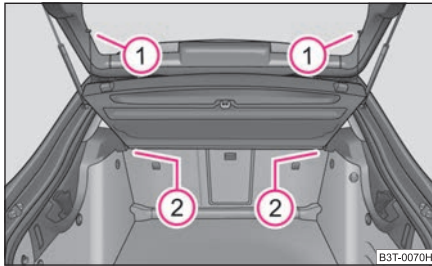

Abb. 79 Ausbau der Gepäckraumabdeckung
- Hängen Sie die Haltebänder an der Gepäckraumklappe aus (1) ⇒ Abb. 79.
- Ziehen Sie die Abdeckung aus der Halterung (2) horizontal nach hinten heraus.
- Beim Wiedereinbau schieben Sie zuerst die Gepäckraumabdeckung in die Halterung (2) und hängen dann die Haltebänder (1) an der Gepäckraumklappe ein.